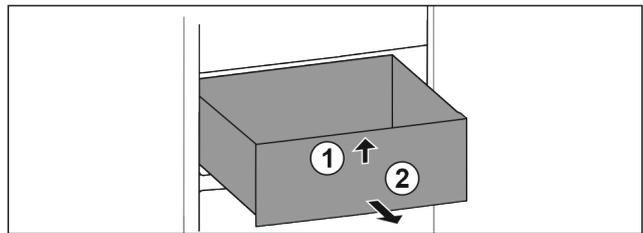

Fig. 27
- ▶ Приподнимите выдвижной ящик спереди. Fig. 27 (1)
- ▶ Извлеките выдвижной ящик движением вперед. Fig. 27 (2)